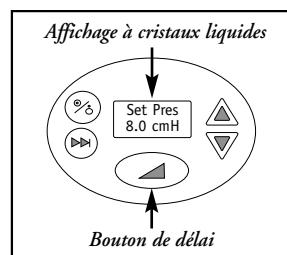

Figure 8
4. Appuyer sur le bouton de délai, **Figure 8**, pour démarrer le cycle de délai de montée en pression, si requis. La pression augmentera jusqu'à la valeur de Pres. dél. et elle retournera ensuite au Réglage de la pression prescrite à la fin du temps de délai.
4. Appuyer sur le bouton de délai pour démarrer le cycle de délai de montée en pression, si requis. La pression augmentera jusqu'à la valeur de Pres. dél. et elle retournera ensuite au Réglage de la pression prescrite à la fin du temps de délai, **Figure 8**.